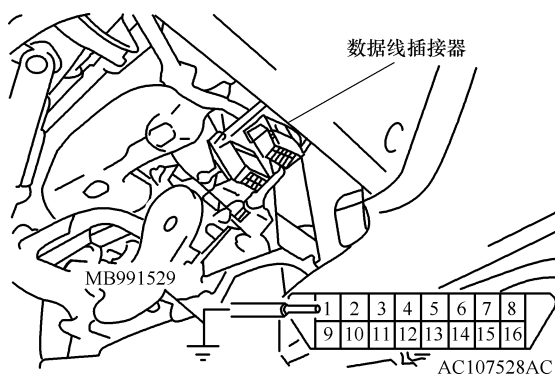

图 2-7 数据连接插接器与跨接线连接方法
3) 连接跨接线到数据连接插接器上（图 2-7）使数据连接插接器的端子 1 接地，系统将处于密码注册存储模式。